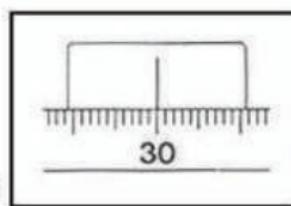

Рис.16
**Пример:**  $30^\circ$  (Рис.16).